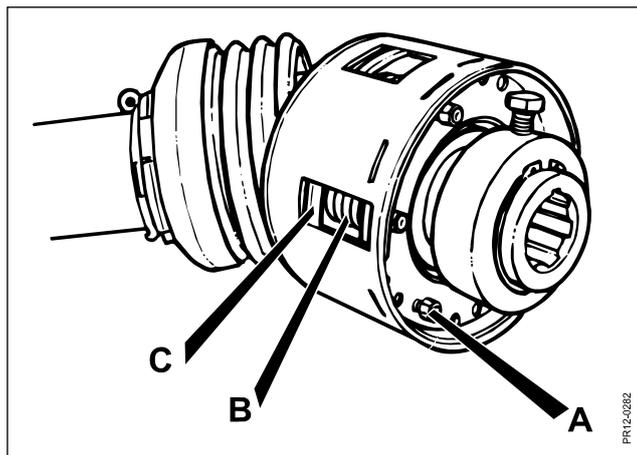

Abb. 7-3
**Abb. 7-3** Vor der Inbetriebnahme einer neuen Maschine sowie nach einer langen Stillstandzeit, z. B. Winterlagerung, **wird die Kupplung auf folgende Weise „gelüftet“:**
Die Einstellung des Drehmoments kann **nur** durchgeführt werden, wenn die Muttern **A** (in Abb. 7-3) angezogen werden. Nach der Einstellung werden die Muttern wieder auf das Ende der Schraube gelockert.